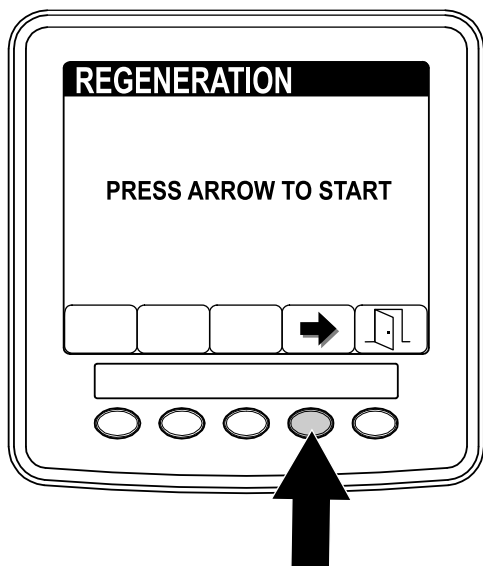

Figura 51
- Nella schermata della rigenerazione premete il pulsante 4 per dare avvio al processo di rigenerazione (Figura 51).